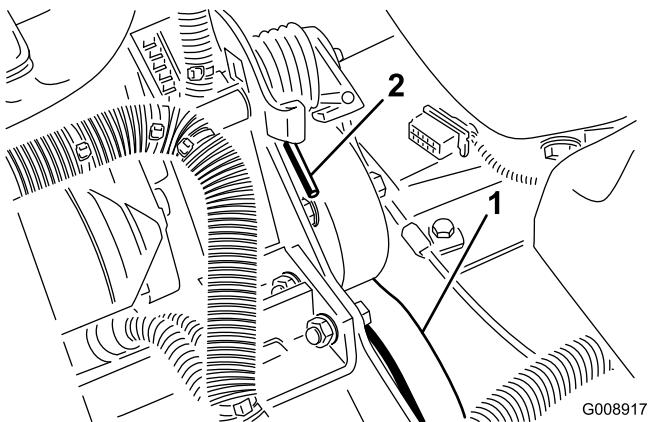

Figure 70
2. Appuyez sur l'extrémité du ressort (Figure 70) et poussez-la vers l'avant pour décrocher le ressort du support et le détendre.